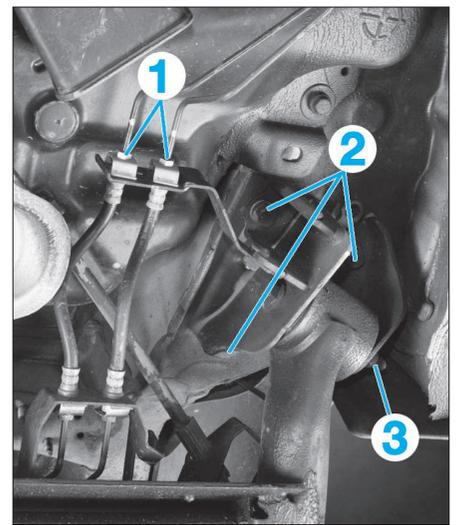

FIG. 28
- Dévisser les raccords (1) des tuyaux de frein (Fig.28).
- Desserrer les écrous (3) d'articulation élastique (Fig.28).